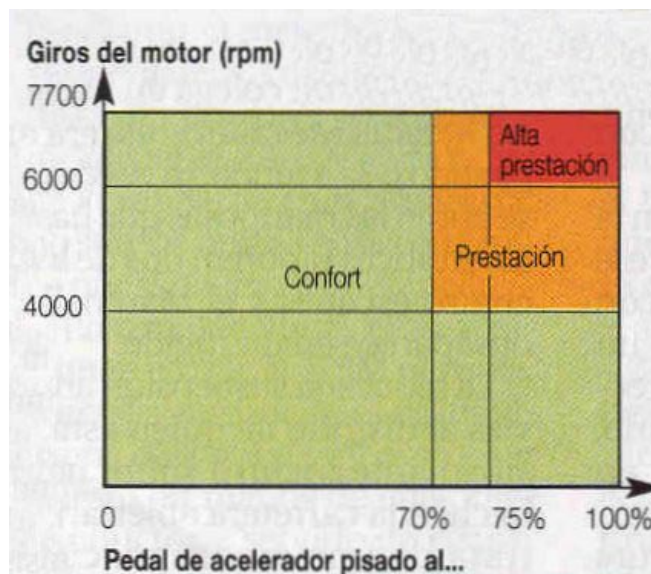

Figura 20. Respuesta en modo sport
- Secuencial. Los cambios se pueden realizar bien a través del mando o por medio de unas levas en el volante. Existe un modo *sport* para conducción deportiva (Figura 20).